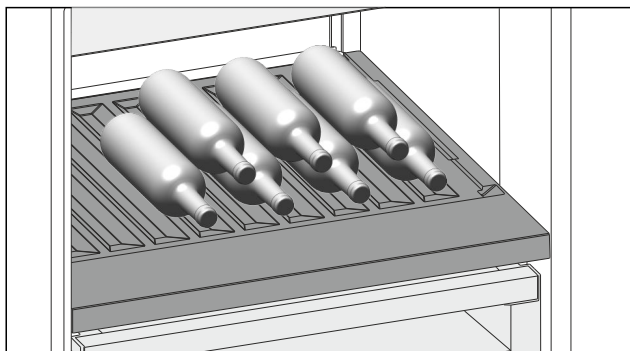

Fig. 227 Immagine a titolo di esempio
- Inserire le bottiglie con il fondo rivolto verso la parte posteriore. (vedere Fig. 227)